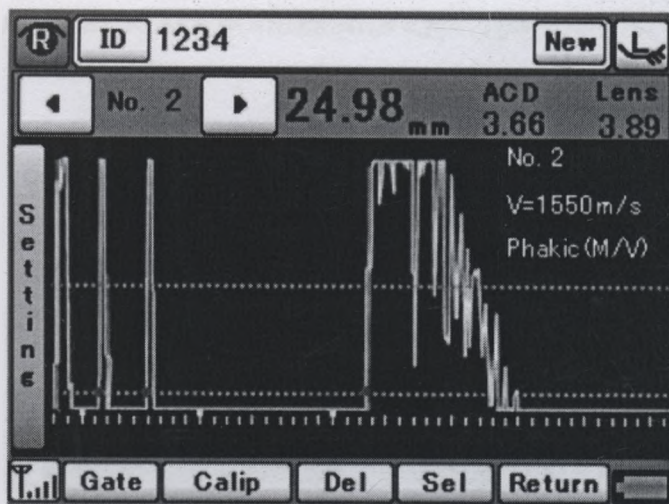

Рис. 3
- 2) Непосредственно прикоснитесь к результатам измерения, чтобы выбрать их и коснитесь кнопки "Wave Form" (2). На дисплее появится волна выбранных результатов измерения (Рис. 3).